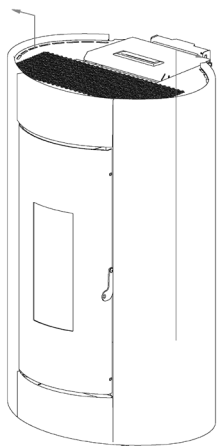

Fig. 58 - Odstranjevanje stranic
- Snemite stranice od spodaj navzgor (gl. **Fig. 58**).